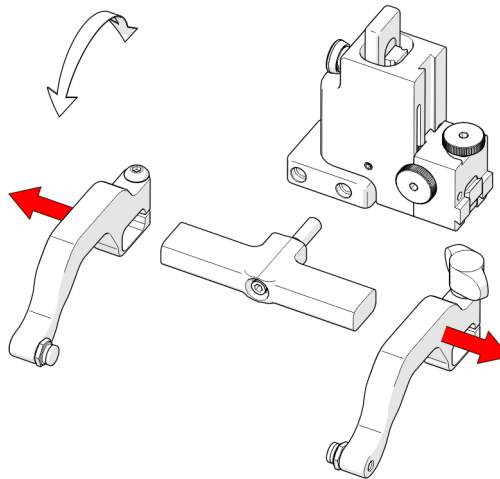

Abbildung 2-112 Entfernen der Prüfkopfhalterarme
3. Lösen Sie die Armklemmschraube und den Einstellknopf für den Prüfkopfhalterarm, damit Sie die Prüfkopfhalterarme abnehmen können (siehe Abbildung 2-112 auf Seite 120).